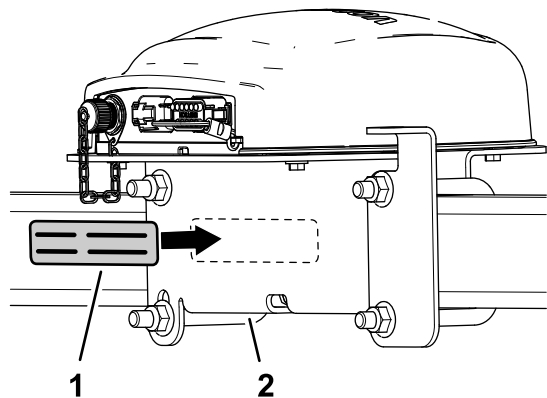

Figura 146
7. Coloque la etiqueta de serie en el soporte del receptor (Figura 146).